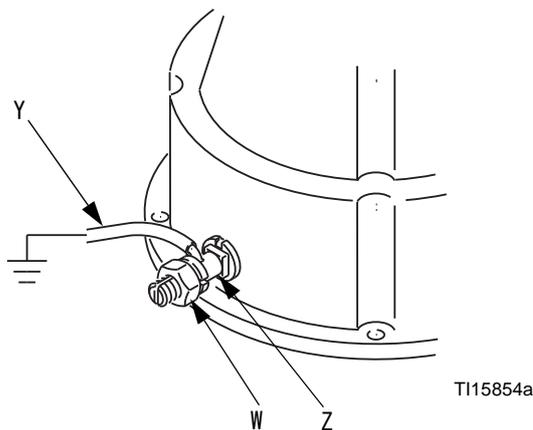

FIG. 1 接地線
ポンプ： 接地線およびクランプを使用します。FIG. 1を参照のこと。接地ラグ (Z) のロックナット (W) を緩めます。ワイヤ (Y) の一端を接地ラグに挿入し、ロックナットをしっかりと締めます。接地クランプを大地アースに繋げてください。部品番号 237569、接地ワイヤ、およびクランプを注文してください。